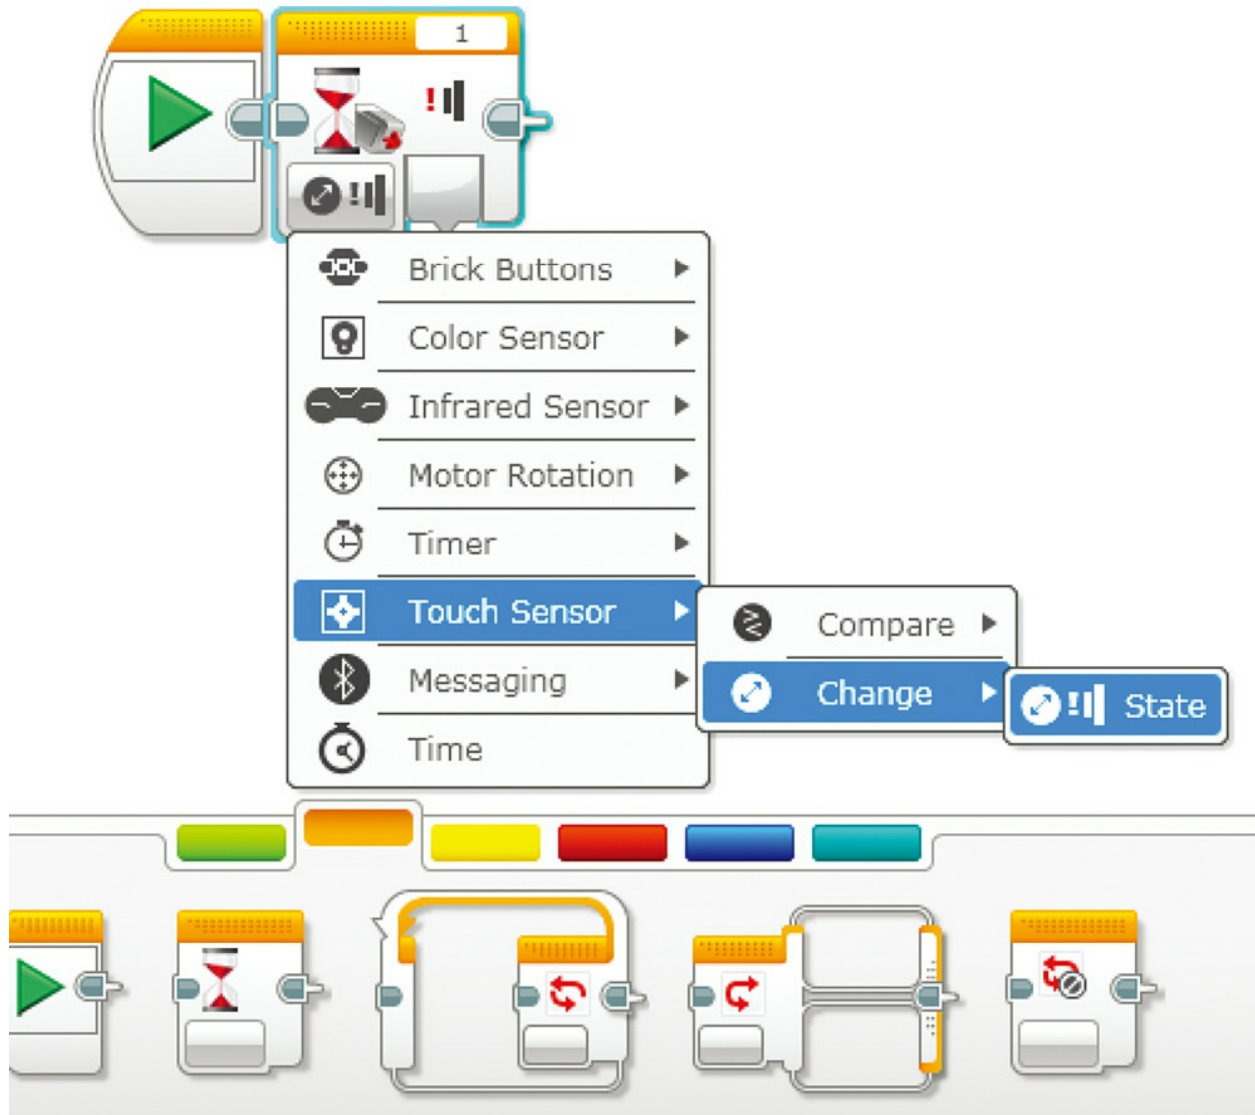

图9.2 修改等待模块的模式
3. 变更等待模块的模式到“触动传感器——更改——状态”（如图9.2所示）。